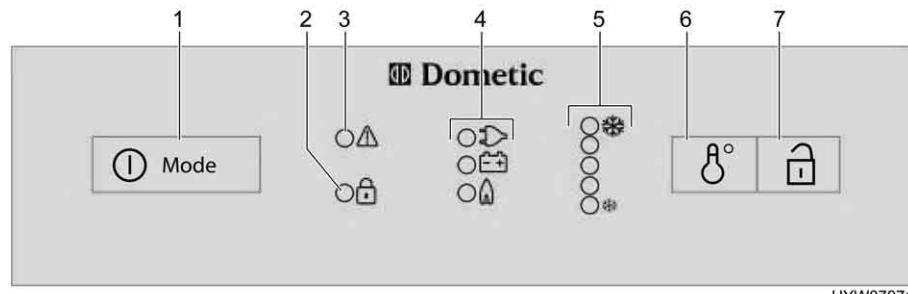

Fig. 152 Elementi di comando per il frigorifero (serie Dometic 8 con SMSE)
- Premere l'inseritore/selettore di energia (Fig. 152,1) per 2 secondi, per accendere l'apparecchio. Il LED dell'ultima modalità di funzionamento prescelta si accende.
- Eventualmente premere più volte e brevemente l'inseritore/selettore di energia (Fig. 152,1), fino a quando l'indicazione di funzionamento GAS "gas" si accende. L'alimentazione del gas è ora aperta. L'accensione avviene automaticamente. È udibile un ticchettio fino a quando procedura di accensione non è stata portata a termine.
- Impostare la temperatura di refrigerazione con l'interruttore per la regolazione della temperatura (Fig. 152,6).
- Premere l'inseritore/selettore di energia (Fig. 152,1) per 2 secondi, per accendere l'apparecchio. Il LED dell'ultima modalità di funzionamento preselezionata si accende.
- Eventualmente premere più volte e brevemente l'inseritore/selettore di energia (Fig. 152,1), fino a quando l'indicazione di funzionamento a 230 V "■" si accende.
- Eventualmente premere più volte e brevemente l'inseritore/selettore di energia (Fig. 152,1), fino a quando l'indicatore di funzionamento a 12 V "■" si accende.